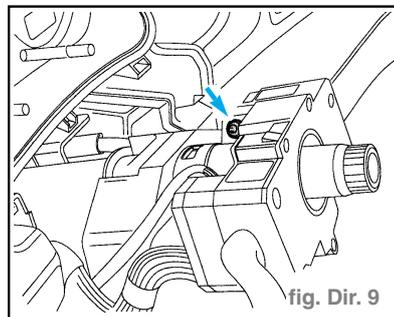

fig. Dir. 9
- Desserrer la vis (flèche) pour le contacteur de colonne de direction jusqu'à ce que celui-ci bouge facilement (fig. Dir. 9).